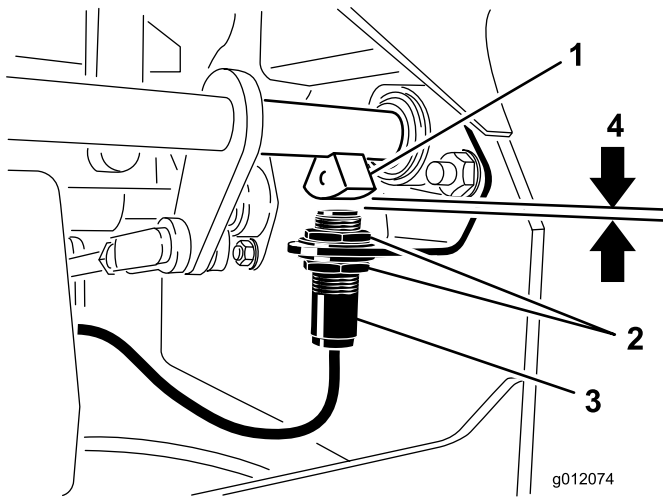

Figure 51
4. Montez ou descendez le contacteur sur le support jusqu'à ce que le capteur d'arbre de frein et le plongeur du contacteur soient distants de 3,9 mm (Figure 51).